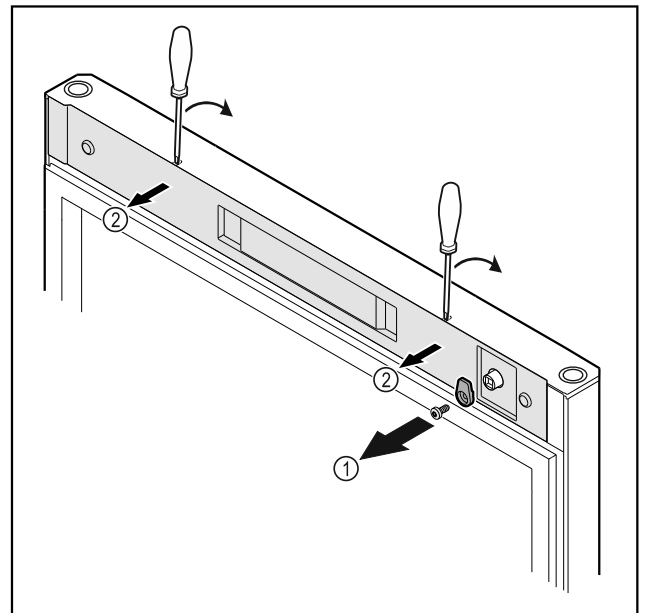

Fig. 19
- Sluithaak Fig. 19 (1) losschroeven.
- Afdekking Fig. 19 (1) met een kleine schroevendraaier losmaken en verwijderen.